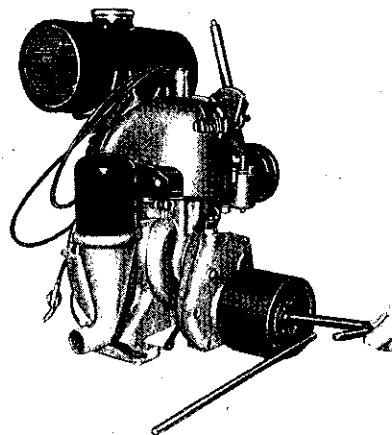

Bild 6. Ansetzen des Gegenhalters und Lösen der Mutter
1. Spezialgegenhalter am äußeren Mitnehmer ansetzen und Mutter lösen (Bild 6).